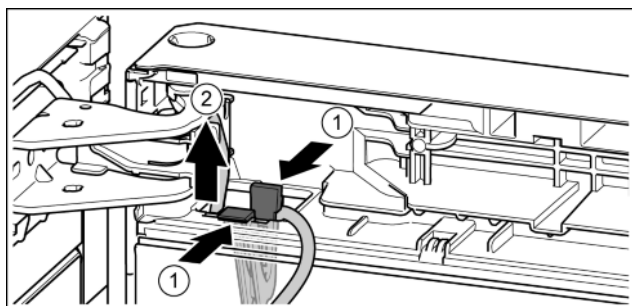

Fig. 25
- Pritisnite jezičac. *Fig. 25 (1)*
- Izvucite držač kabela s pričvršćenim kabelom. *Fig. 25 (2)*